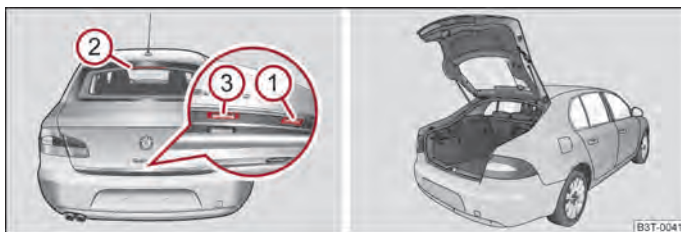

Abb. 18 Griff der Gepäckraumklappe / geöffnete große Gepäckraumklappe
Nach dem Entriegeln des Fahrzeugs mit dem Funkschlüssel bzw. mit dem Schlüssel ⇒ Seite 38, Notentriegelung und -verriegelung der Fahrertür können Sie die große Gepäckraumklappe ⇒ Abb. 18 öffnen.
- Drücken Sie den Griff ① ⇒ Abb. 18 an der Unterkante der Gepäckraumklappe.
- Warten Sie, bis die Bremsleuchte ② in der Heckscheibe zweimal blinkt.
- Drücken Sie auf den Griff ③ und heben Sie gleichzeitig die Gepäckraumklappe an.